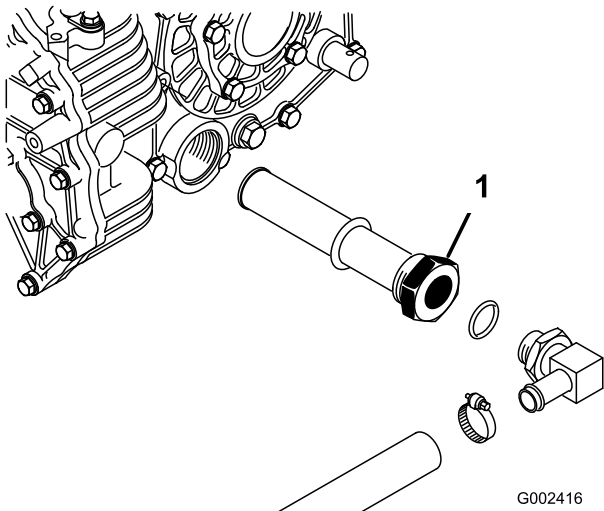

Figura 69
3. Observe la orientación del tubo hidráulico y del codo de 90° conectado al filtro en el lateral del depósito (Figura 69). Retire el tubo hidráulico y el codo de 90°.